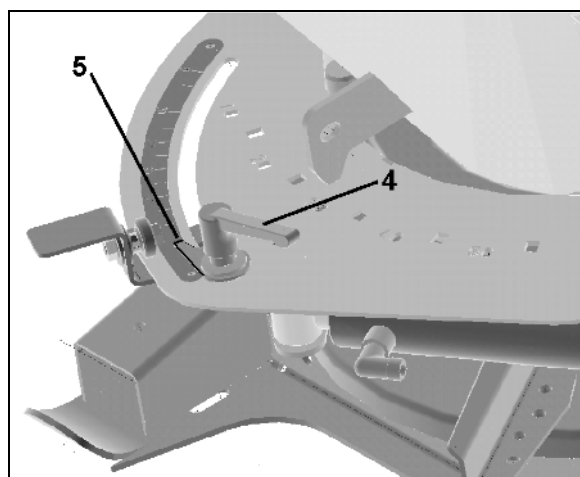

Рис. 38
2. Отпустите рычаг (Рис. 38/4).
3. Рычаг со стрелкой установите таким образом, чтобы грань считывания стрелки (Рис. 38/5) стала на нужном делении шкалы.